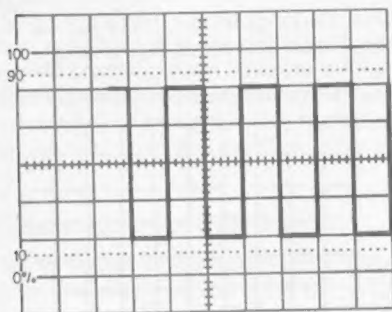

Abb. 6.2.
- 2.18. Drehen Sie den DELAY-TIME-Schalter auf 1 ms/DIV. Ein Teil des abgebildeten Signals wird ausgeblendet (s. Abb. 6.2.)